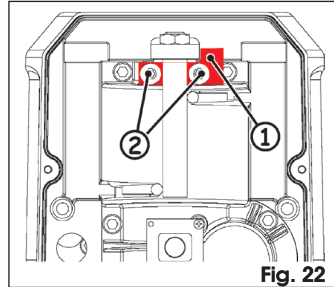

Fig. 22
3. Zet het zojuist verwijderde plaatje er weer in na hem 180° te hebben gedraaid ten opzichte van de oorspronkelijke positie, Fig. 22 ref. ①.
4. Zet alles weer vast met de twee schroeven, Fig. 22 ref. ②.